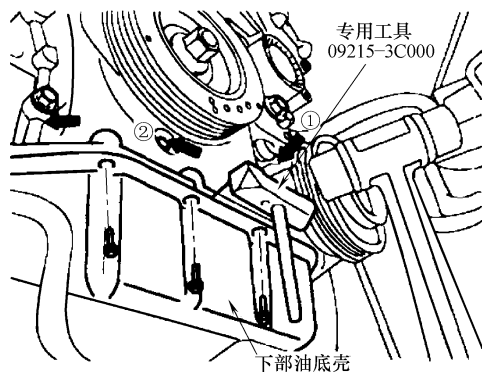

图 29-25 拆卸下部油底壳
16) 在上部油底壳和下部油底壳之间插入专用工具，清除掉密封剂后拆卸下部油底壳，如图 29-25 所示。